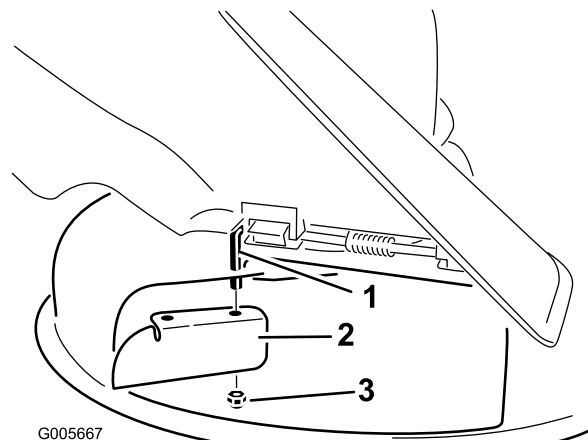

Bild 29
6. Montieren Sie das Versatzablenkblech an der frei liegenden Gelenkstange (Bild 29). Befestigen Sie das Ablenklech mit der vorhandenen dünnen Mutter (3/8") am Mähwerk.